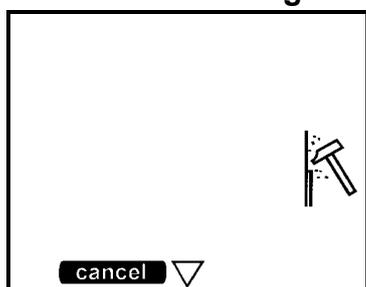

Fig. 7
- Pulsar el lado izquierdo (cancel) del botón de arranque  $\rightarrow$  (13), véase la fig. 7.
- Oprimir el botón de programación (3) y mantenerlo oprimido.